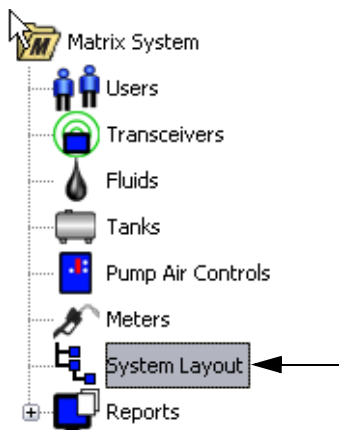

Рис. 90
1. Щелкните на значке «**System Layout**» [Схема системы] (Рис. 90) из перечня на панели системы Matrix. Отобразится экран «System Layout» [Схема системы]. Перед настройкой схемы системы нужно сначала добавить цистерны (стр. 61) и расходомеры (стр. 70).